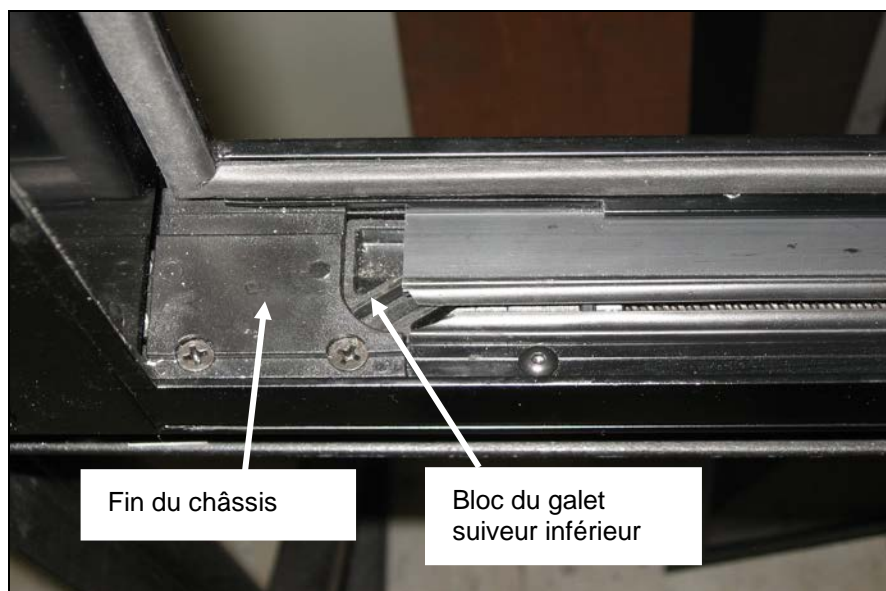

FIGURE 102: ALIGNEMENT ADÉQUAT
1. Aligner le bord avant de l'encoche située sur le bloc du galet suiveur inférieur et la fin du châssis. Utiliser l'interrupteur à bascule pour obtenir le bon alignement. ( Figure 102).